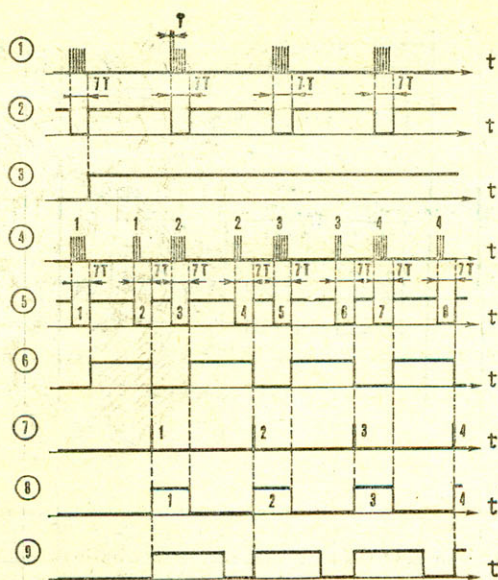

Рис. 2. Временные диаграммы работы дешифратора.
**Начальный режим без команд** — модель стоит на месте. С выхода приемника (его схема опубликована в «М-К» № 10 за 1987 г., с. 19) контрольные пакеты импульсов (рис. 2, эюра 1) проходят инвертор DD1.1 (рис. 1) и поступают одновременно на инвертор DD1.3 и первый одновибратор, собранный на логических элементах DD1.2, DD1.4. Последний запускается каждым первым импульсом контрольного пакета, и на выводе 10 DD1.2 образуется сигнал длительностью 7T (эюра 2), которая определяется сопротивлением резистора R1 и емкостью конденсатора C1. За время 7T импульсы пакета с выхода инвертора DD1.3 поступают на